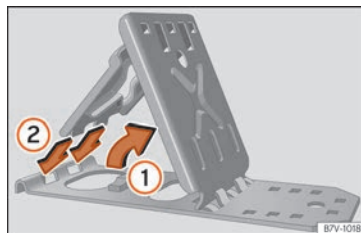

Fig. 40 Déplier les cales pliantes.
- Levez la plaque d'appui » fig. 40 ①.
- Introduisez les deux « agrafes » de la plaque de fixation dans les orifices allongés de la plaque de base ②.